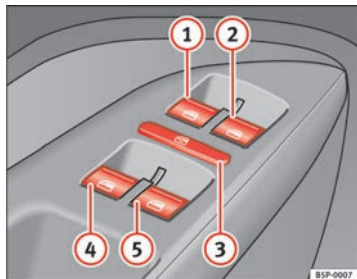

Fig. 68 Pormenor da porta do condutor: comandos para os vidros dianteiros e traseiros
Os botões ⇒ página 111, fig. 68 ① e ② têm duas posições para abrir e duas para fechar os vidros. É assim mais fácil controlar a abertura e o fecho.